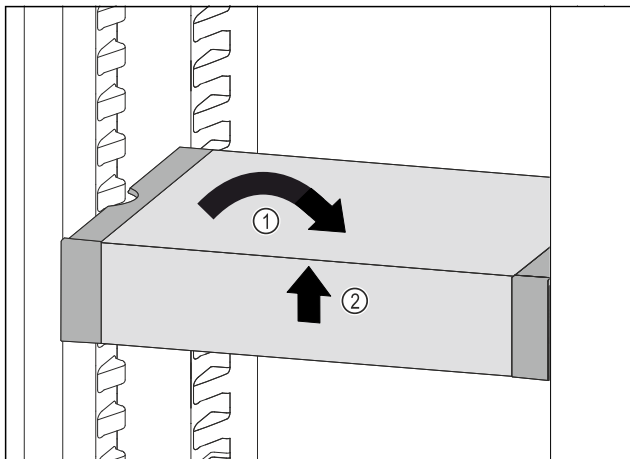

Fig. 85
- ▶ Collocare VarioSafe in maniera dritta. Fig. 85 (1)
- ▶ Sollevare VarioSafe dal lato anteriore. Fig. 85 (2)